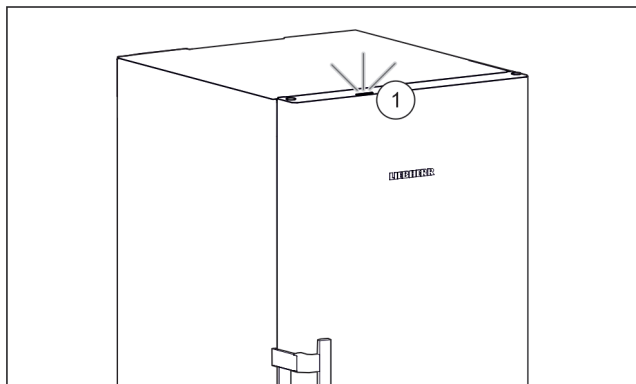

Fig. 36 Aktivt statuslys, når døren er lukket
- ▷ Statuslyset Fig. 36 (1) er aktiveret.